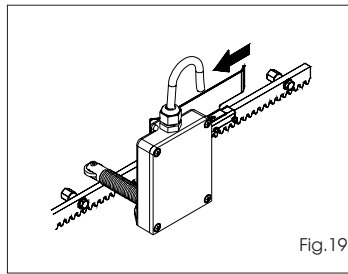

Fig.19
- 6) Herhaal de handelingen van punt 4 en 5 voor de eindschakelaar voor sluiting, Fig. 19.